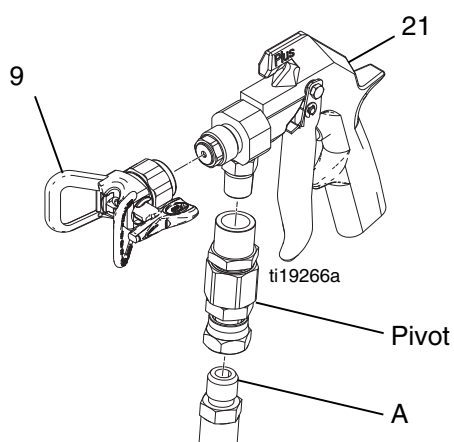

FIG. 5
2. Débranchez le flexible de produit (A) et le pivot (si utilisé). Retirez le garde-buse (9). Dévissez la vis du ressort (21) d'environ 7 mm (1/4 po.) pour détendre le ressort. Consultez la FIG. 5.